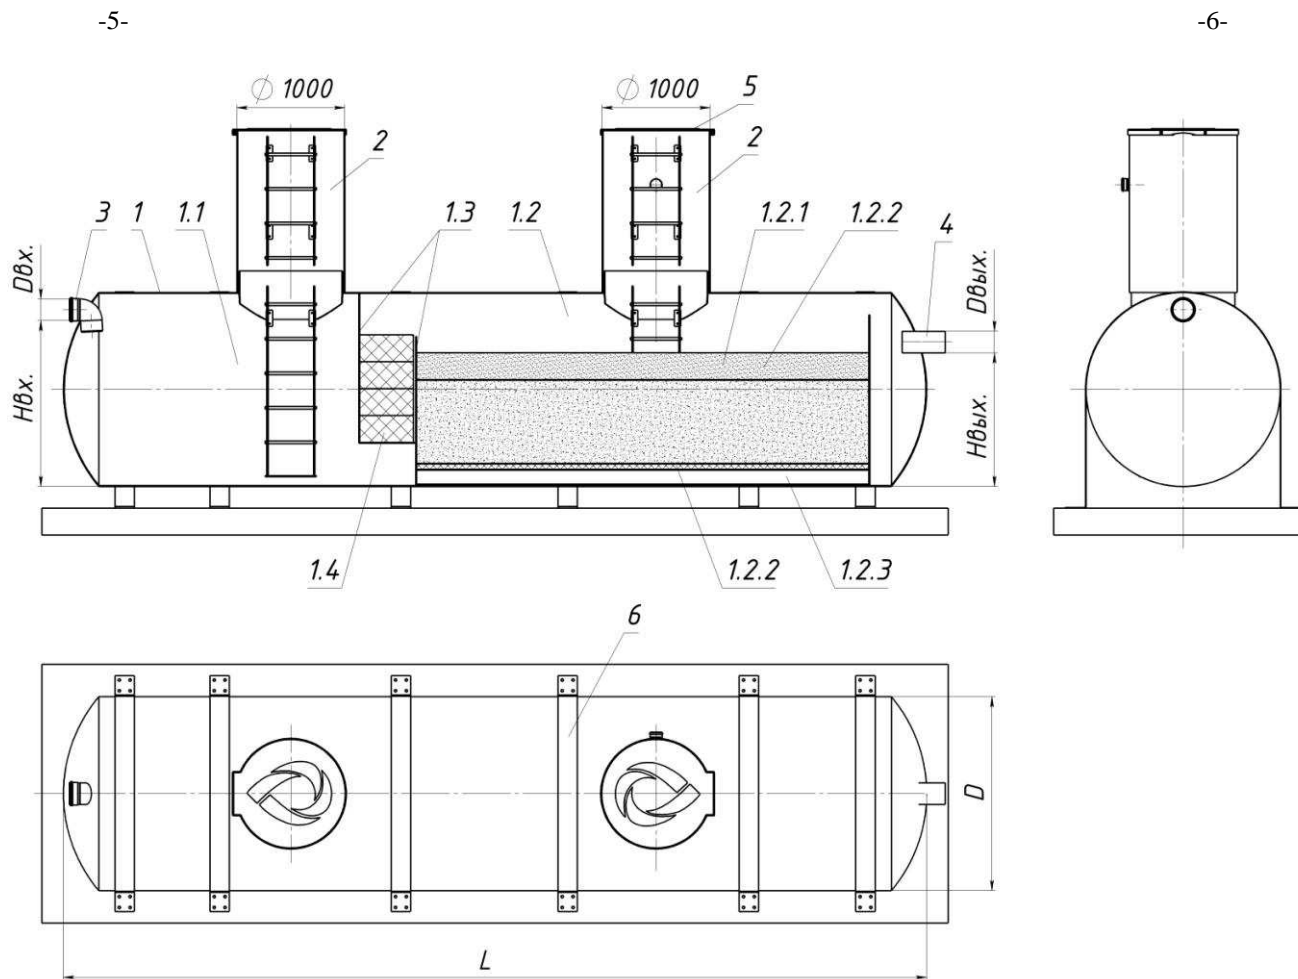

Рис. 1. УСТАНОВКА ОЧИСТКИ ВОД ПОВЕРХНОСТНОГО СТОКА КОС
Установка очистки вод КОС (Рис.1) представляет собой горизонтальную цилиндрическую ёмкость подземного размещения с входным и выходным патрубками, расположенными по торцам емкости и люками для обслуживания. На люки устанавливаются колодцы (2), через который персонал может производить обслуживание КОС. Корпус и частичное внутреннее наполнение выполнены из стеклопластика и делят объём емкости на 3 секции: осаднения (1.1), коалесцентный модуль маслобензоотделителя (1.3) и сорбционный блок (1.2). Очищаемый сток последовательно проходит через все ступени очистки.